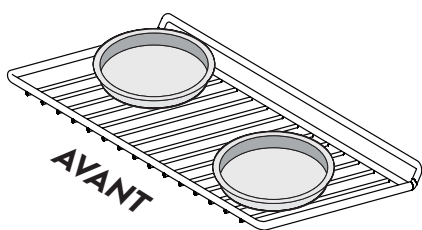

Figure 16: Cuisson sur une seule grille
- Lors de la cuisson sur une seule grille, positionnez les ustensiles de cuisson comme illustré à la figure 16. Laissez un espace d'au moins 5 cm (2 po) entre les ustensiles de cuisson pour permettre à l'air de bien circuler.